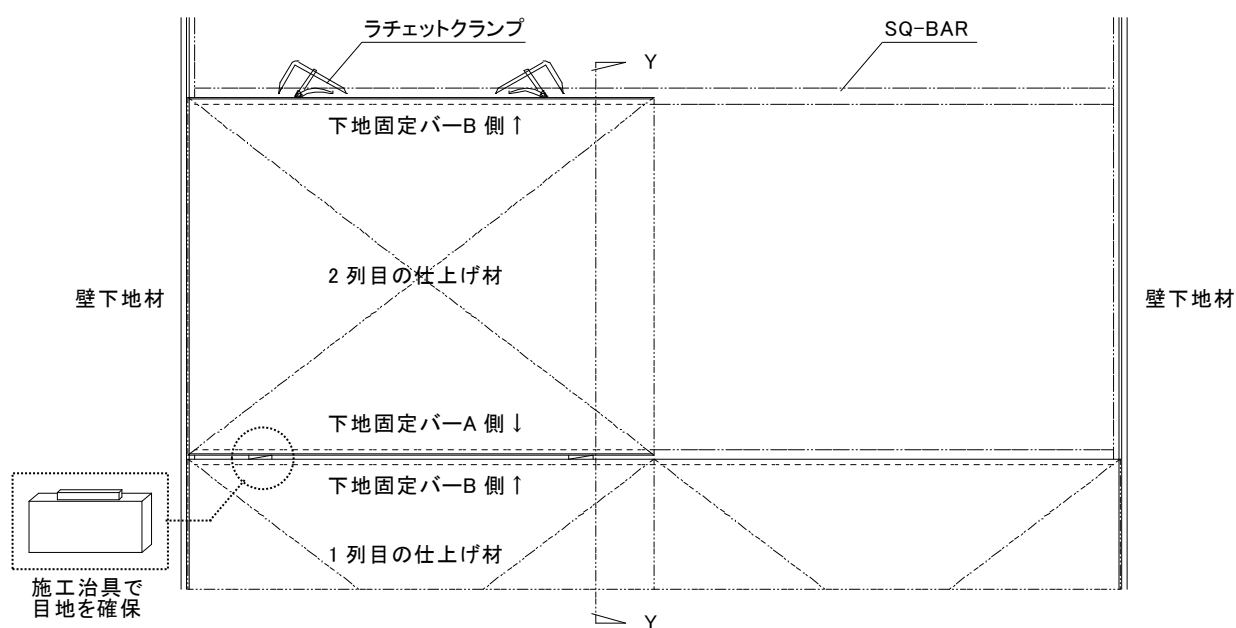
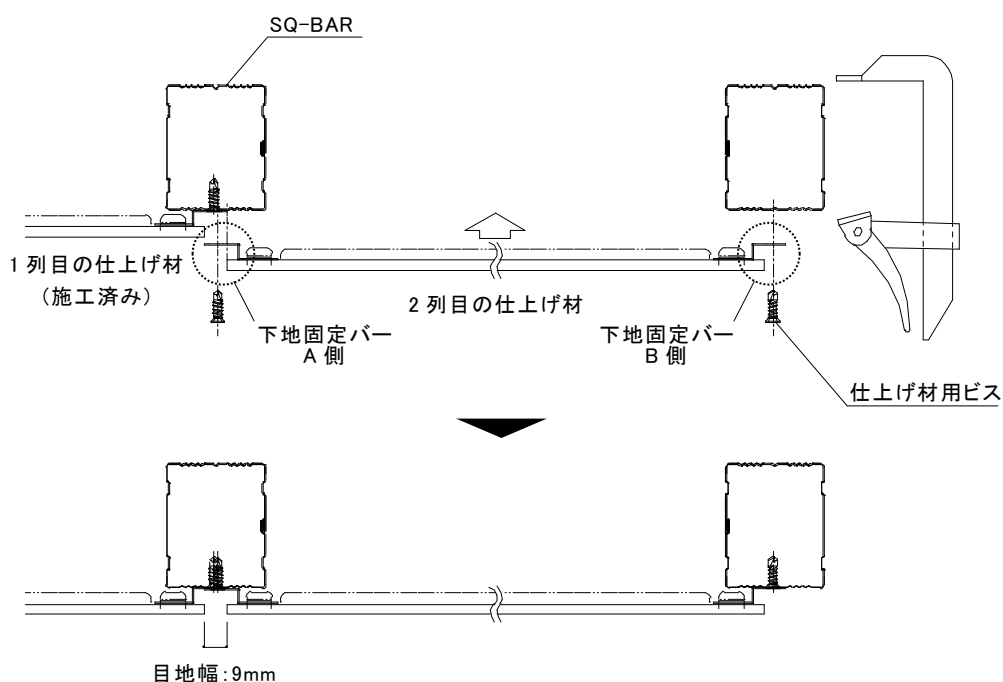

図 3-1-4 2 列目の仕上げ材の取付け(平面図)
図 3-1-5 2 列目の仕上げ材の取付け(Y-Y 断面図)
- 1) 1 列目の下地固定バーB 側に対して 2 列目の仕上げ材の下地固定バーA 側を重ね、B 側の下地固定バーをラチェットクランプで仮に保持する。仕上げ材同士の目地隙間は施工治具で 9mm を確保する。(図 3-1-4、図 3-1-5 参照)